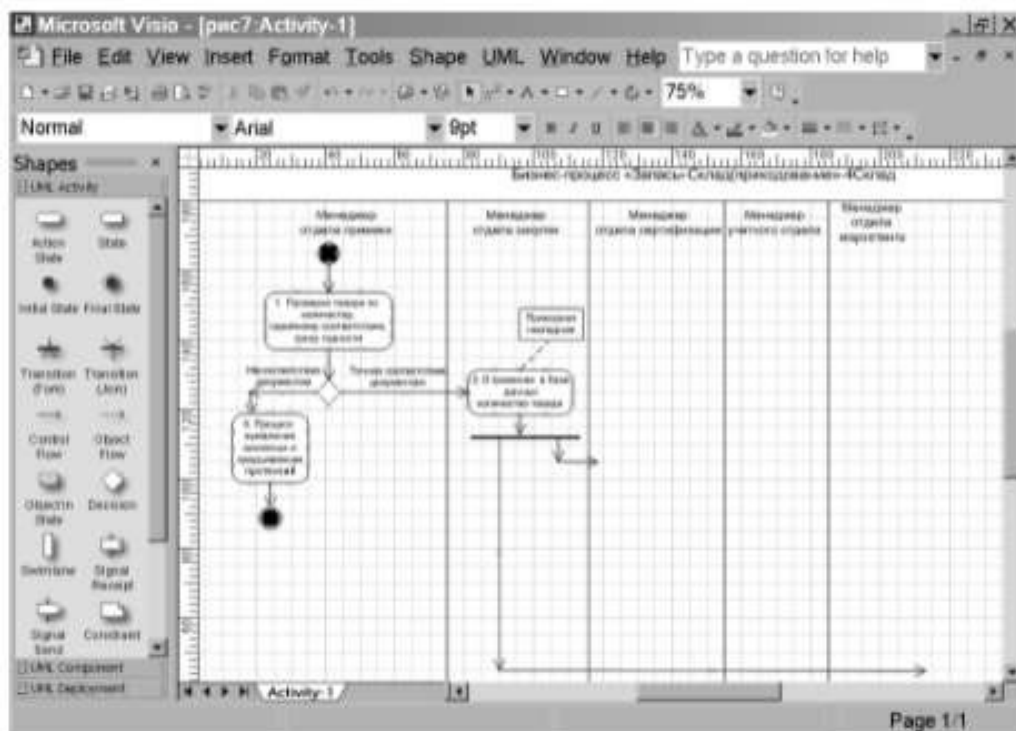

Рис. 10. Диаграмма действий менеджера отдела приемки и менеджера отдела закупок
20. Сравните полученное изображение с рис. 10.